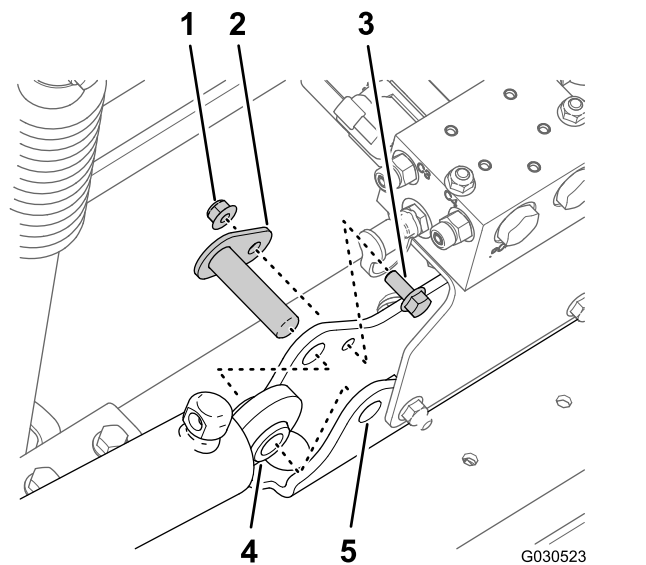

Bild 41
- Entfernen Sie die Sicherungsbundmutter (5/16") und die Bundkopfschraube (5/16" x 3/4"), mit denen der Lagerbolzen an der Zylinderbefestigung befestigt ist (Bild 41).
- Nehmen Sie den Lagerbolzen und den Hubzylinder von der Maschine ab (Bild 41).